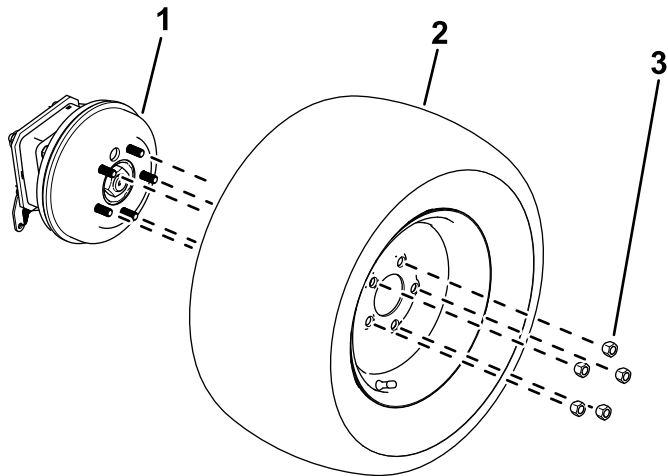

Figura 10
2. Allentate e rimuovete i dadi delle ruote (Figura 10).
3. Rimuovete le ruote dai mozzi (Figura 10).
- Utilizzate i dadi ruota rimossi in precedenza per fissare gli pneumatici ai mozzi delle ruote (Figura 10).